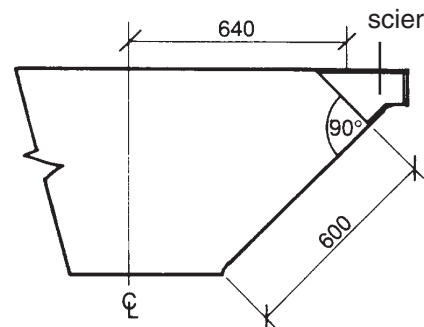

Fig. 8
6. Enlevez le gabarit. Mesurez 600 mm à partir du côté devant vers le côté arrière (fig. 8) et sciez cette partie en employant une scie appropriée.